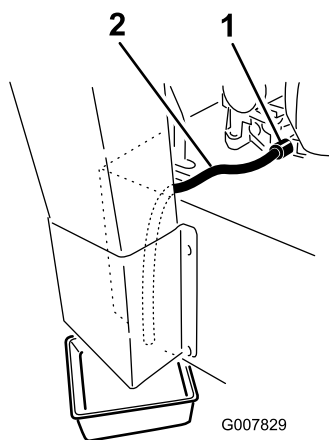

Figure 35
5. Placez un bac sous le flexible de vidange. Tournez le robinet de vidange pour permettre à l'huile de s'écouler (Figure 35).